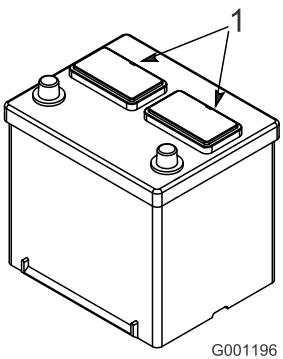

図 4
- バッテリーの上部をきれいに拭い、キャップを取り外す(図 4)。